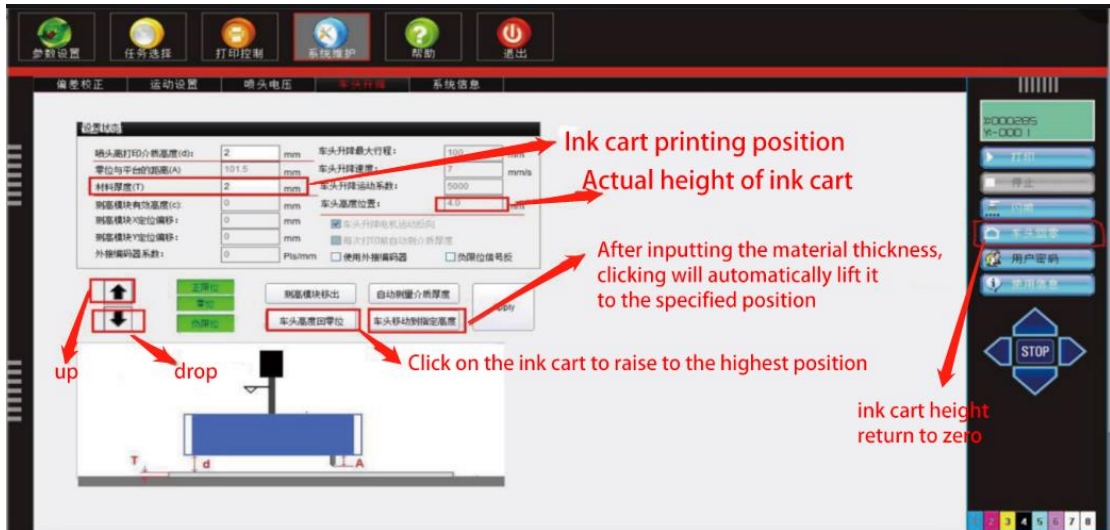

图5
4. 确定打印高度：在系统维护界面，选择 ink cart 升降，如图 5 喷头离打印介质高度：一般为一个硬币（1.88mm）左右。材料厚度：打印材料的厚度，直接填入后面的框即可。
- 2) 点击 ink cart 移动到指定高度，如图 5，等待动作结束。
- 3) 检测打印过程中材料是否会刮到喷头，软件界面的右边有上、下、左、右 4 个按键，对应 ink cart 的后退、前进、左移、右移 4 个移动方向，中间的 Stop 为移动停止按键。通过点击这几个键将 ink cart 移动到材料上方，观察材料是否会刮到喷头，如果有刮到，则增加材料厚度，如果离材料过高，则减小材料厚度，喷头离材料一个硬币的厚度（1.88mm）左右为宜。然后点击 ink cart 回零，如图 5 的右边边，待 ink cart 回到零位。（更改材料厚度之后需 ink cart 回零，然后点击 ink cart 移动到指定高度，以防刮到材料伤到喷头）